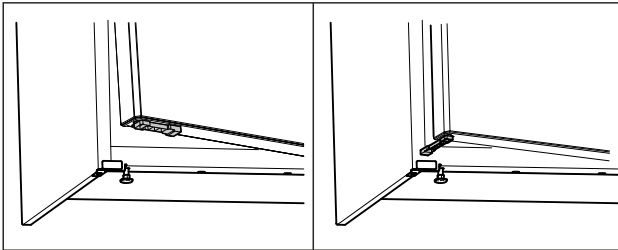

Fig. 68 \*
- ▶ Faire tourner le limiteur d'ouverture de porte à 90°. (voir Fig. 68) \*